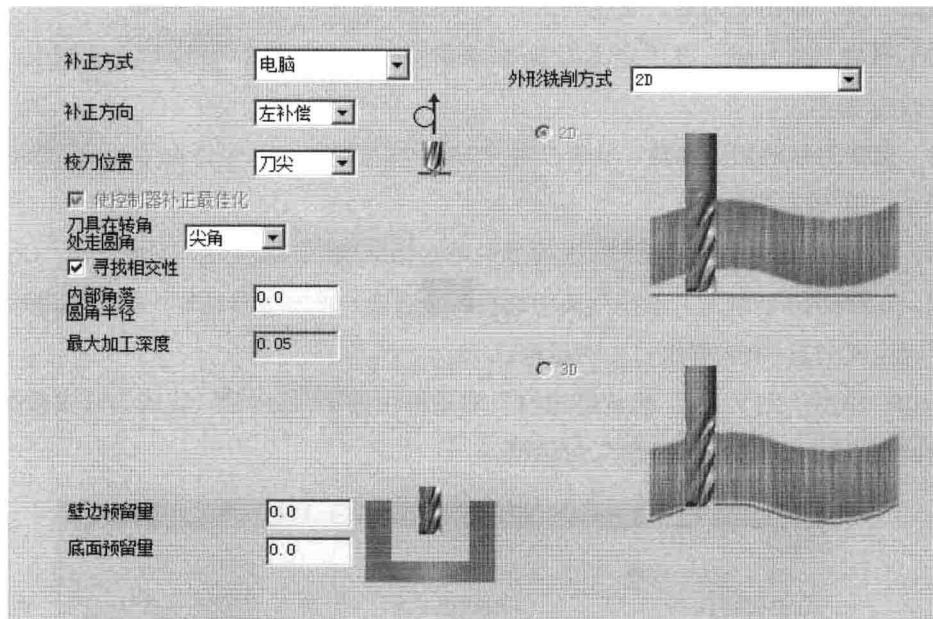

图 1.18 “切削参数”参数设置界面
Step9. 设置切削参数。在“2D 刀具路径-外形”对话框的左侧节点列表中单击 **切削参数** 节点，设置图 1.18 所示的参数。